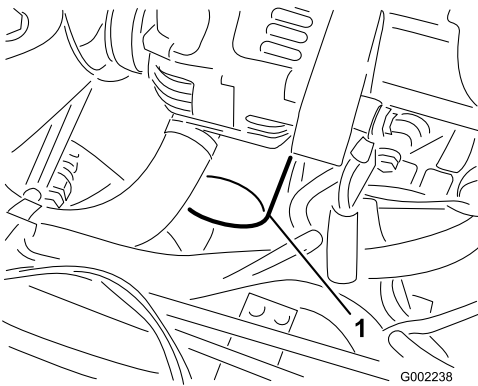

Figura 42
7. Retire o filtro do óleo antigo (Figura 42).
10. Coloque o filtro de substituição no adaptador do filtro. Rode o filtro de óleo no sentido dos ponteiros do relógio até que a junta de borracha toque no adaptador do filtro e, em seguida, aperte o filtro mais 1/2 volta (Figura 42).